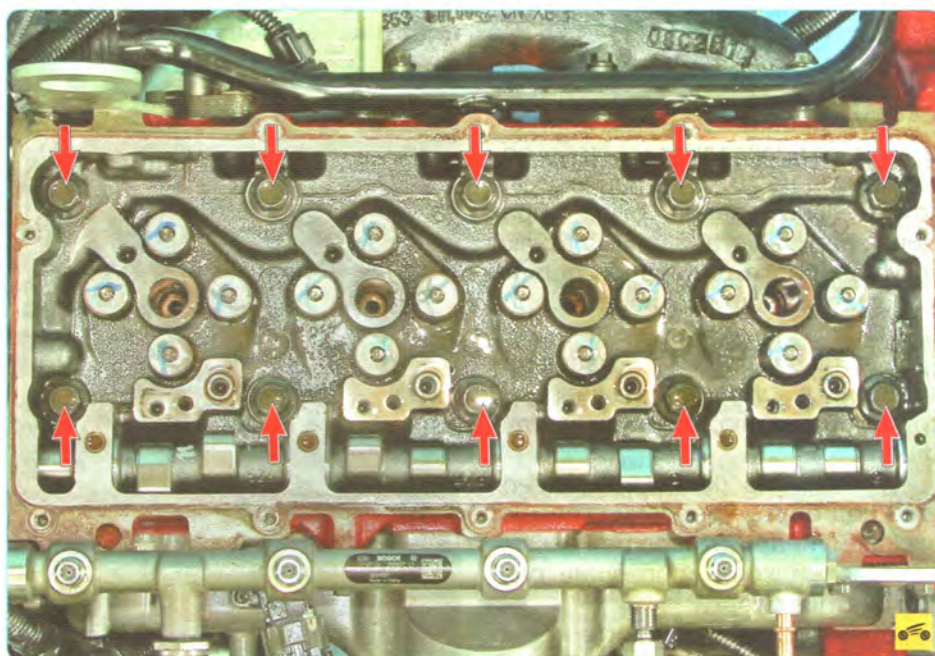

Рис. 5.8. Расположение болтов крепления головки блока цилиндров
28. Выверните десять болтов (рис. 5.8) крепления головки блока.